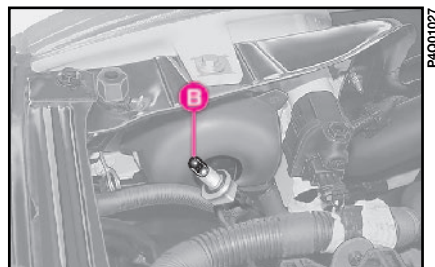

fig. 16
2) quite la lámpara **B**-fig. 16;